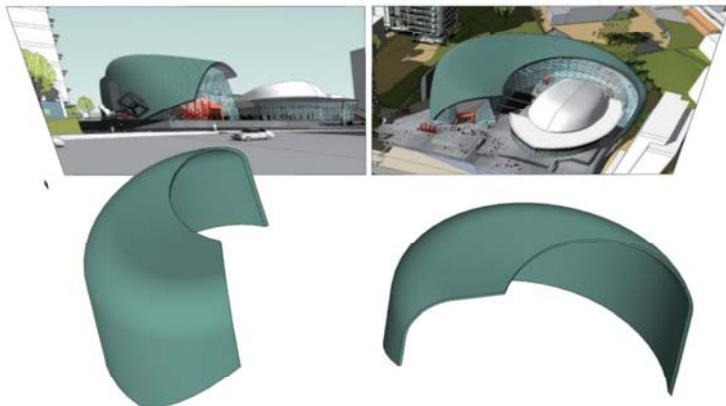

图 2.4.10 相似度比较
(1) 图 2.4.10 所示为模型与原图片的对照。可见相似度尚可。